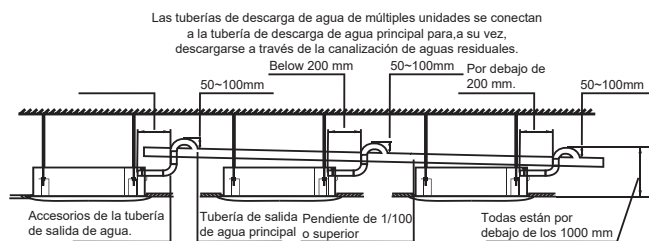

Figura 5.2
7. Cuando la salida de la tubería de descarga de agua es más alta que la conexión de la tubería para succión de agua, trate de mantener la tubería de descarga de agua lo más vertical posible, y los accesorios de conexión de la salida de agua deberán doblarse para que la altura de la tubería de descarga de agua esté dentro de los 1000 mm de distancia de la base de la bandeja de drenaje. De lo contrario, habrá un flujo de agua excesivo cuando la operación se detenga. Véase Figura 5.2.